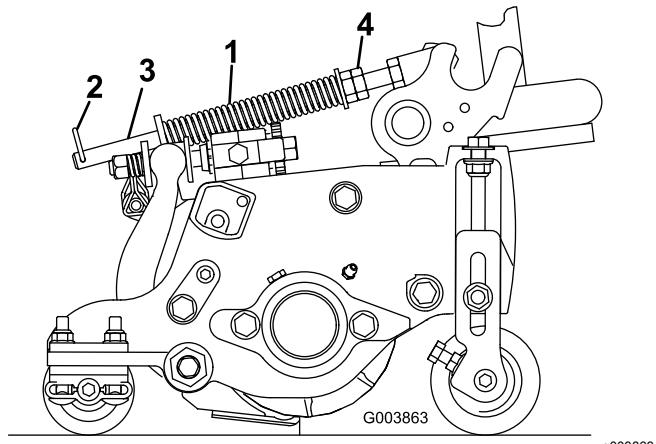

Figura 15
La molla di compensazione del manto erboso trasferisce inoltre il peso dal rullo anteriore a quello posteriore (Figura 15). per contribuire a ridurre l'onduazione del manto erboso, detta anche fluttuazione o bobbing.
1. Verificate che la coppiglia sia montata nel foro posteriore dell'asta della molla (Figura 15).
2. Serrate i dadi esagonali sulla parte anteriore dell'asta della molla fino a ridurre la lunghezza compressa della molla a 12,7 cm sugli apparati di taglio da 12,7 cm oppure a 15,9 cm sugli apparati da 17,8 cm (Figura 15).